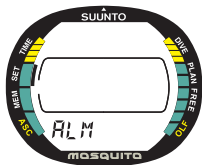

Fig. 4.5 Mode Réglage de l'alarme réveil.
1. Une fois en Mode Réglage (SET), appuyez 2 fois sur le bouton S pour entrer dans la fonction réglage de l'alarme (Fig. 4.5).